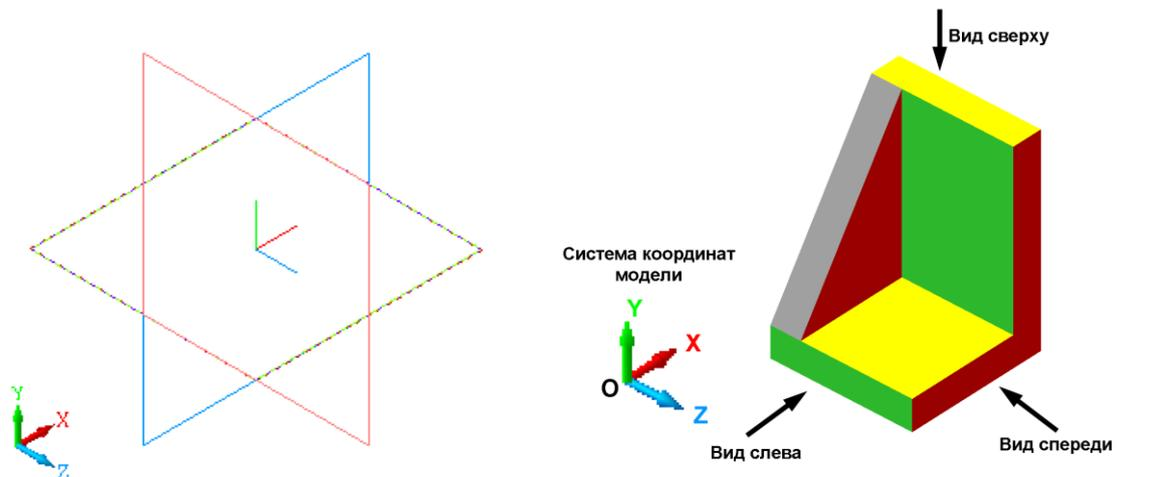

Рис. 10.3.
1.6. Переместите мышью при нажатой кнопке до нужного поворота системы координат, как показано на рис. 10.3.